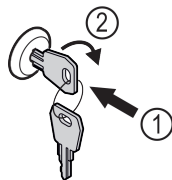

Fig. 110
- ▶ Sätt in nyckeln Fig. 110 (1).
- ▶ Vrid nyckeln 90° medurs Fig. 110 (2).